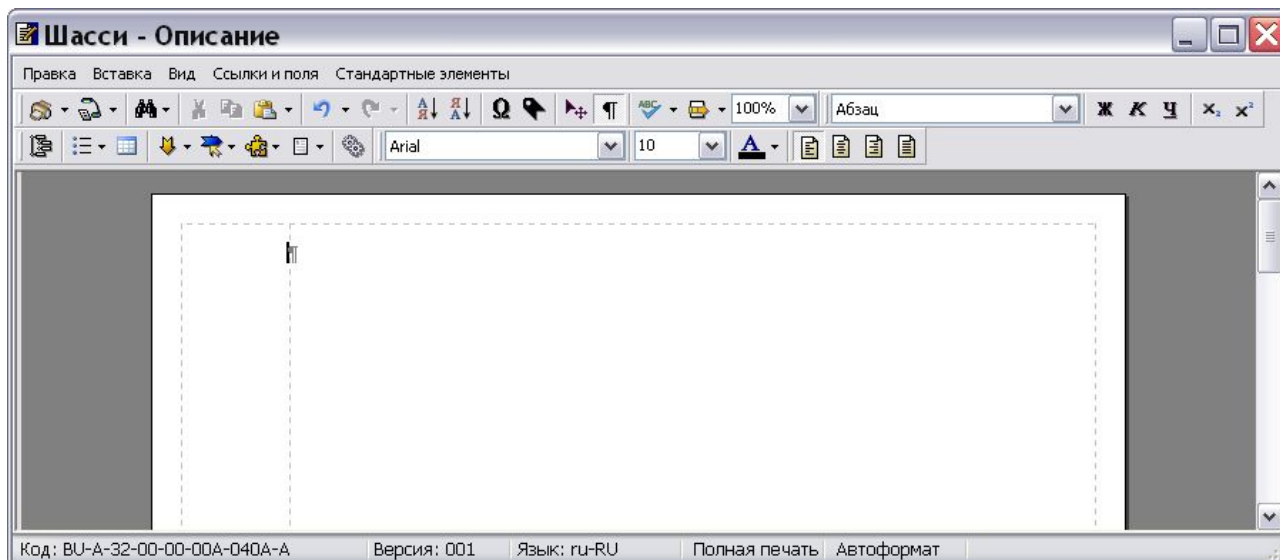

Рис. 3.12
2. Нажмите на кнопку  Редактировать. При этом появится окно редактора (Рис. 3.12).
Редактор имеет меню и 5 панелей инструментов. По умолчанию показаны 3 панели инструментов – **Стандартная**, **Формат**, **Объекты** (Рис. 3.12). Начало каждой панели инструментов отмечается вертикальной полоской .